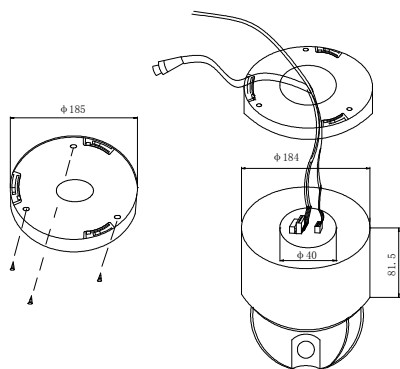

图 8
- 从球机上取下安装底座盘，将连接线从底盘中心孔中向后穿入。按图 8 中所示用三只固定螺丝将底盘固定在天花板上，并将外部接线与球机连接上，球体中的锁紧扣按图中 8 所示与底盘上的上缺口对齐安装，当球体向上到位后将球体向顺时针方向转动，直到 底盘上的弹片起作用为止。当天花板后部不能走线时，可将球体外壳边缘开一走线孔。